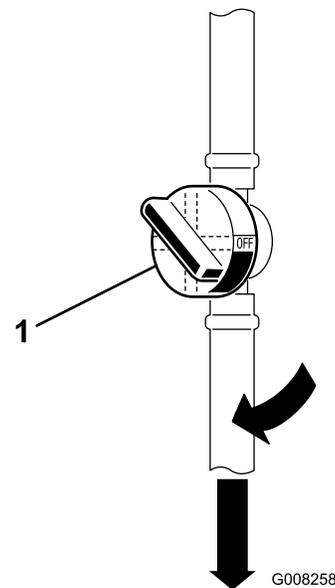

図 8
1. 燃料タンクとエンジンのある燃料バルブ 図 8 を開く。